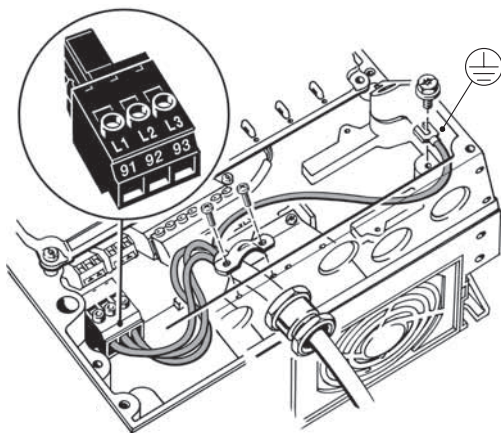

Рис. 20 Подключение питания, А4 и А5
1. Подключите заземляющий провод к клемме 95 (PE). См. рис. 20.